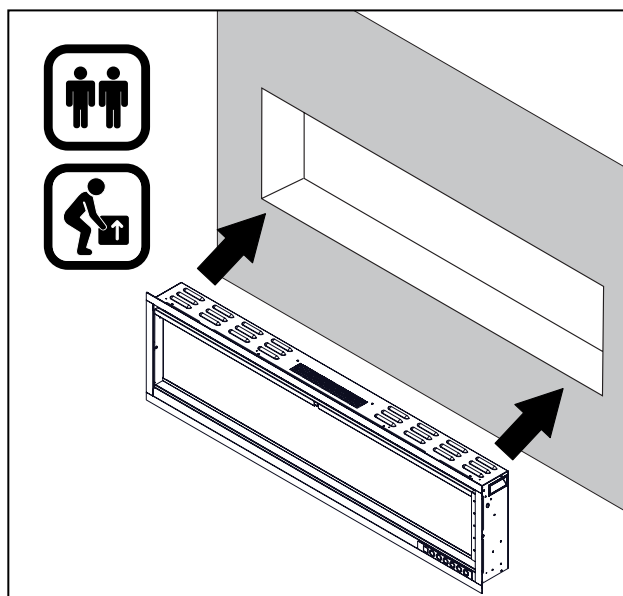

Fig 6
ÉTAPE 3 : À deux personnes, soulevez l'unité et placez-la dans le mur encadré (**Fig 6**).